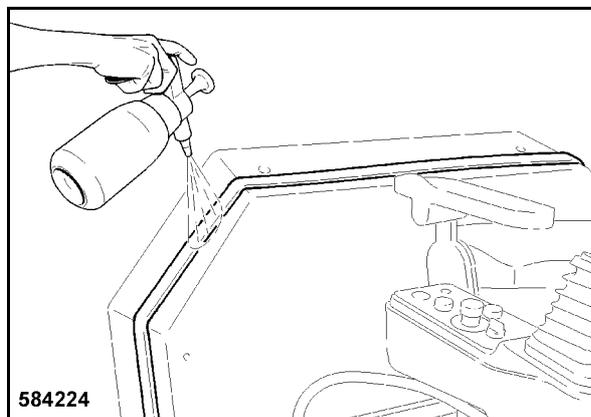

Рис. 208
- Смочить уплотнительную ленту мыльным раствором (Рис. 208), чтобы при осуществлении монтажа кабина лучше скользила по водительскому месту.